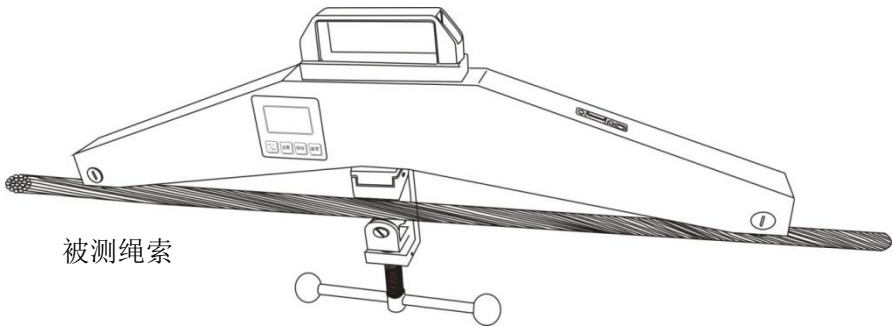

图 10
4.2 将锁紧手柄松开，将测试仪置于钢丝绳对应位置（此时滑轮 1 应与钢丝绳完全接触），将锁紧手柄旋紧，使滑轮座向上运动，压紧被测钢丝绳，使钢丝绳与压紧块完全接触。如图 10 所示，进入“峰值”设置选择测量模式。